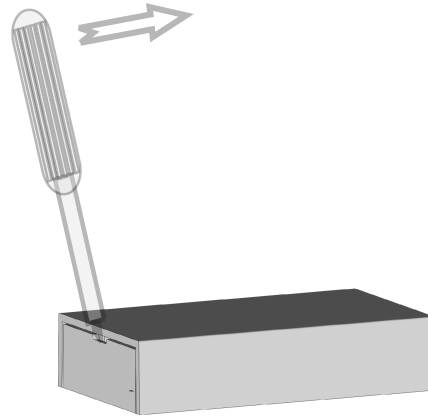

Bild 1: Gehäuse öffnen
- Gehäuse durch Auseinanderschieben öffnen. Falls notwendig schmalen Schlitz-Schraubendreher zu Hilfe nehmen (Bild 1).